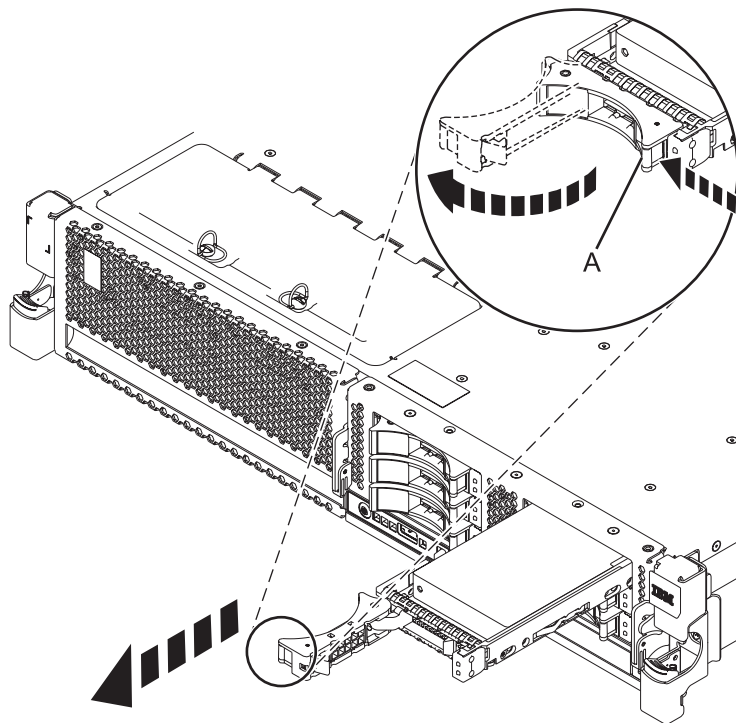

Figure 24. Retrait d'une unité de disque du système
1. Déverrouillez la poignée de l'unité de disque ou de l'unité SSD en appuyant dessus et en la tirant vers vous (voir figure 24).